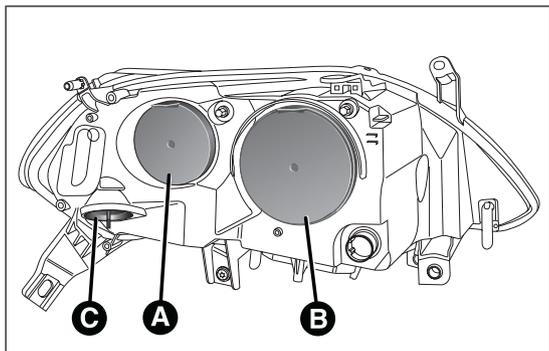

fig. 129
Contengono le lampade delle luci di posizione/luci diurne (D.R.L.), abbaglianti, anabbaglianti e direzione. La disposizione delle lampade è la seguente fig. 129:
- togliere il coperchio A fig. 129;
- rimontare infine il coperchio A fig. 129.
- togliere il coperchio B fig. 129;
- rimontare infine il coperchio B fig. 129.
- ruotare in senso antiorario il coperchio C fig. 129;